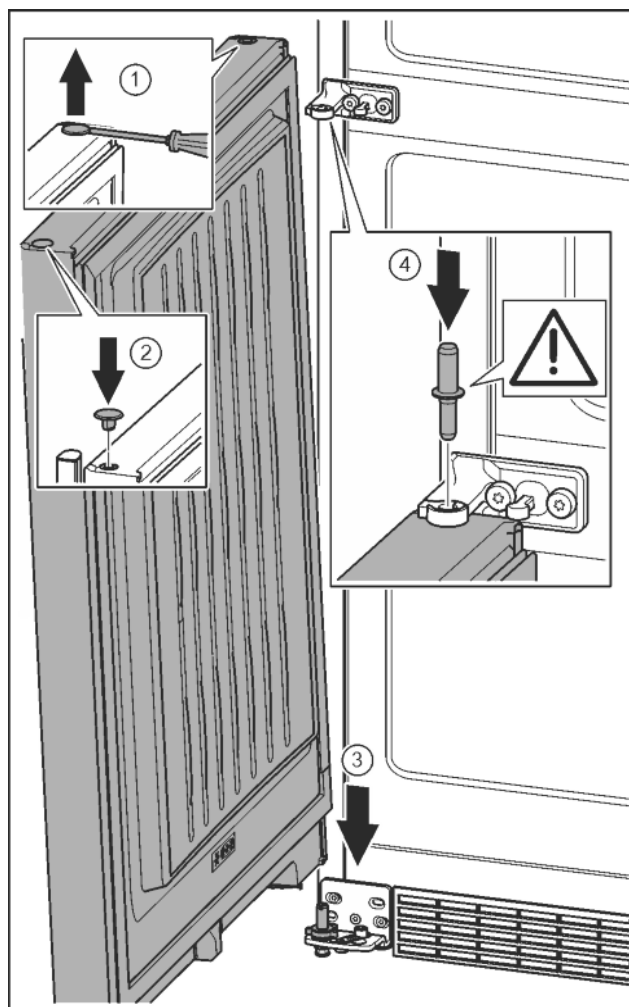

Fig. 21
- ▶ За допомогою шлицевої викрутки обережно підніміть пробку та витягніть її. Fig. 21 (1)
- ▶ Знову вставте пробку з іншого боку дверцят. Fig. 21 (2)
- ▶ Встановіть дверцята зверху на нижній опорний гвинт. Fig. 21 (3)
- ▶ Середній опорний гвинт встановіть в нижні дверцята через середній опорний кронштейн. При цьому виступ фіксатора повинен бути спрямований назад. Fig. 21 (4)